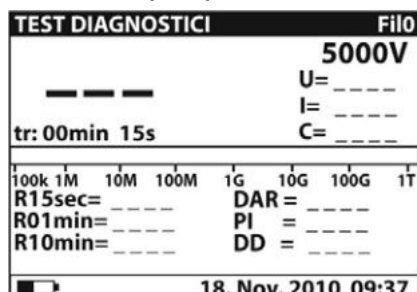
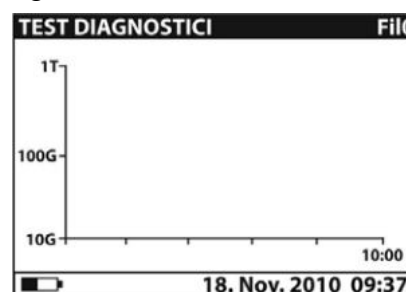

Fig. 25: Videata iniziale numerica
Fig. 26: Videata iniziale grafica
2. Selezionare con i tasti freccia ▼ o ▲ la voce “TEST DIAGNOSTICI” sul menu principale e confermare con il tasto **SELECT**. La videata di Fig. 25 è mostrata dallo strumento. Nel caso in cui l'opzione Grafico R(t) sia **attivata (ON)** premere i tasti freccia ▼ o ▲ per passare alla videata grafica di Fig. 26